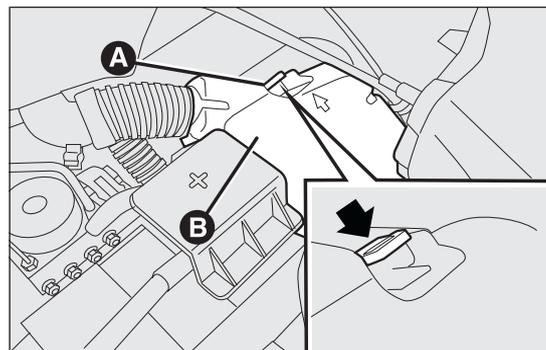

fig. 159
- agir sur l'ailette A fig. 159 et retirer le couvercle B de protection de la boîte à fusibles ;
- déplacer le couvercle vers le projecteur, en le tournant dans le sens contraire aux aiguilles d'une montre (comme indiqué par la flèche), puis l'enlever fig. 159 ;